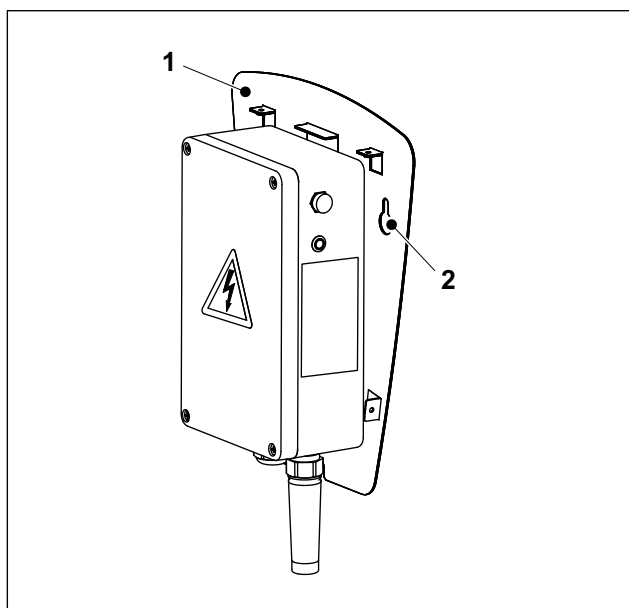
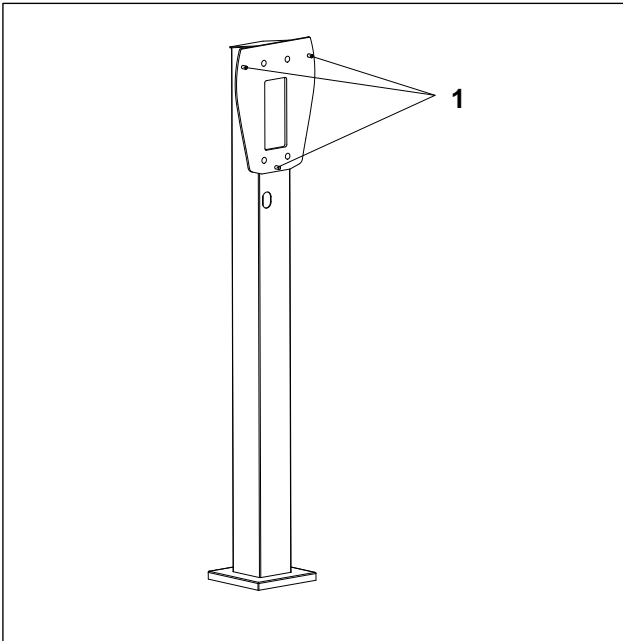

Fig. 2 Heidelberg Wallbox Home Eco, piastra di supporto
Fig. 3 Stele con tre punti di avvitamento
4. Agganciare la piastra di supporto (fig. 2/1) della Wallbox alle due viti di fissaggio (fori ad asola, fig. 2/2).
1. Agganciare la piastra di supporto della Wallbox (fig. 2/1) ai tre prigionieri della stele (fig. 3/1).
2. Avvitare i tre dadi (in dotazione della Stele) sui prigionieri (fig. 3/1) e serrarli a fondo (circa 12 Nm).